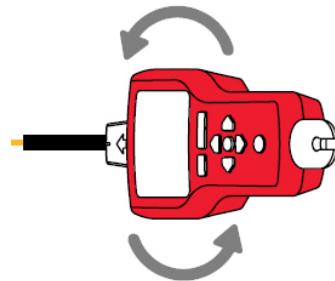

Figura 3.1h
6. Para comprobar la dirección del cable, gire periódicamente el receptor 90 grados. La intensidad de señal será más alta cuando esté alineado con la marca del sensor de punta. (Consulte la Figura 3.1h).